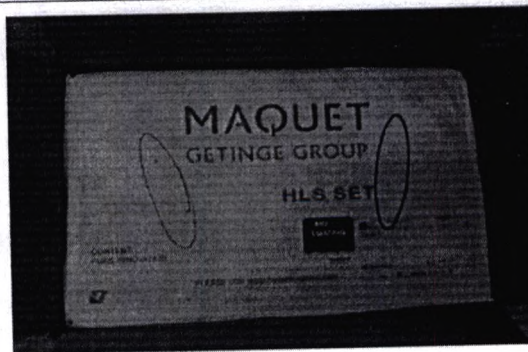

Рис. 3. места возможных повреждений слева или
2.	<p>1. Описание проблемы с изделием*</p> <p>Изделие HLS Set Advanced предназначено для использования в экстракорпоральном контуре кровообращения для поддержки сердца и (или) легких. Компания Maquet Cardiopulmonary GmbH (MCP) получила претензии клиентов на повреждение первичной упаковки HLS Set Advanced.</p> <p>Во всех претензиях сообщалось о повреждении крышки из тайвека. Внешним признаком нарушения упаковки может быть наличие отверстий в тайвеке.</p> <p>Повреждения вызваны ушками держателя венозного датчика в упаковке (Рис. 2). Следовательно, в зависимости от ориентации крышки из тайвека на лотке HLS, на левой или правой стороне тайвека могут появиться отверстия (рис. 3 и 4), соответствующие положению держателя венозного датчика.</p>